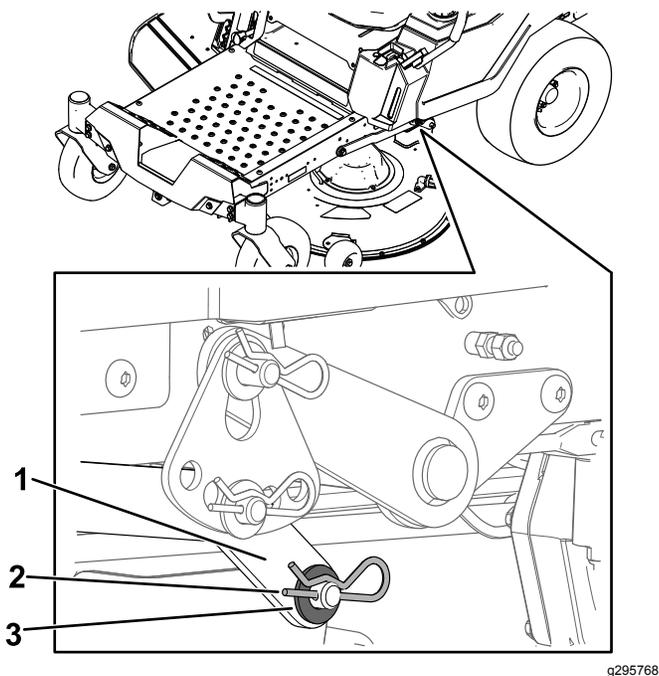

Bild 70
7. Entfernen Sie auf einer Seite der Maschine die Unterlegscheibe und den Splint vom Mähwerksstift (Bild 70).
6. Montieren Sie den Hubarm mit der Unterlegscheibe und dem Splint (Bild 70).
8. Entfernen Sie den Hubarm vom Mähwerksstift (Bild 70).
5. Heben Sie auf einer Seite der Maschine die Rückseite des Mähwerks an und montieren Sie den Hubarm am Mähwerksstift (Bild 70).